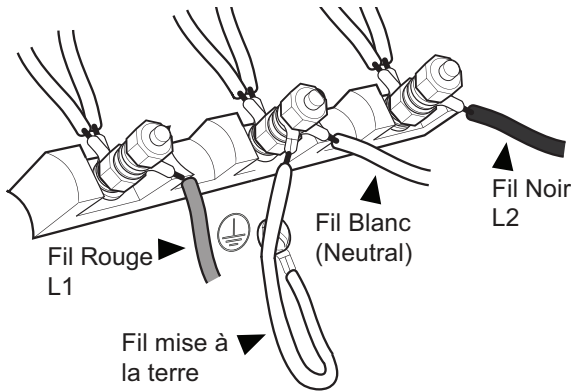

Figure 12 : Connexion à trois fils
4. Fixez le fil neutre mis à la terre du circuit d'alimentation au plot central (de couleur argent) du bloc de jonction (consultez la *Figure 12*).